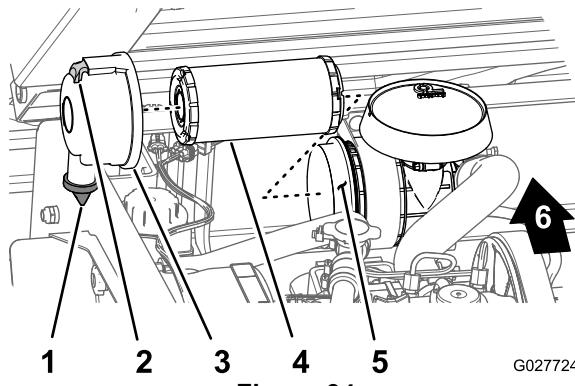

Figura 34
- Inspeccione la carcasa del limpiador de aire en busca de daños que pudieran causar una fuga de aire (Figura 34).
- Tire hacia fuera del enganche y gire la tapa del limpiador de aire en sentido antihorario (Figura 34).
- Retire suavemente el elemento del filtro de aire de la carcasa del filtro de aire (Figura 34) para reducir la cantidad de polvo desplazado.
1. Limpie el orificio de expulsión de suciedad situado en la tapa del filtro de aire (Figura 34).
2. Retire la válvula de salida de goma de la cubierta, limpie el hueco y cambie la válvula de salida (Figura 34).
3. Introduzca el elemento del filtro de aire en la carcasa del filtro de aire presionando el borde exterior del elemento para asentarlo en la carcasa del filtro de aire (Figura 34).
4. Alinee la tapa del limpiador de aire con la carcasa del limpiador de aire, con la válvula de salida de goma hacia abajo – entre las 5 y las 7 aproximadamente, visto desde el extremo (Figura 34).
5. Sujete la tapa a la carcasa con los enganches (Figura 34).